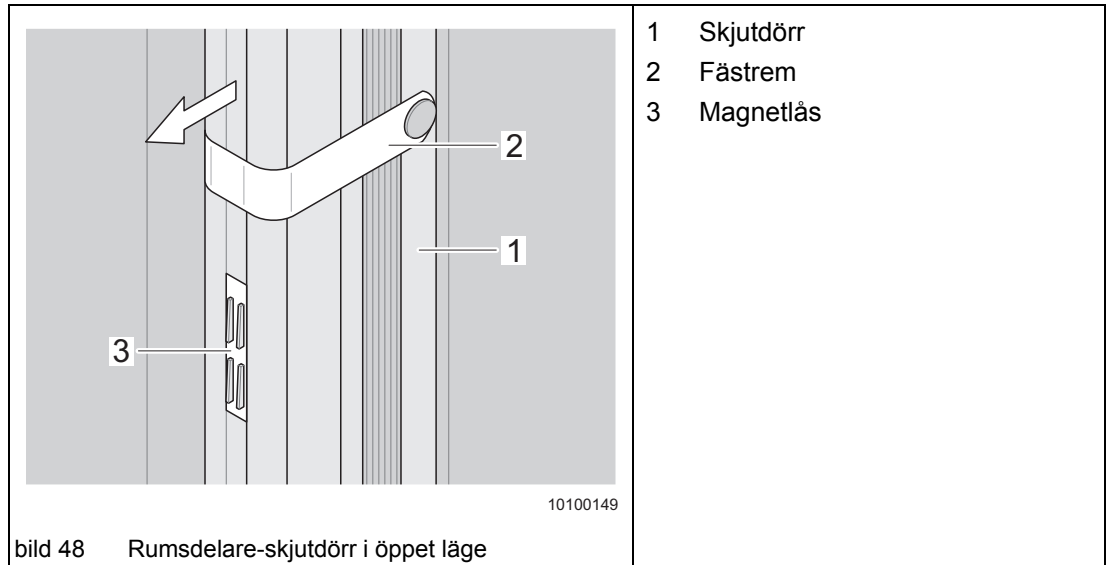

bild 48 Rumsdelare-skjuddörr i öppet läge
- ▲ Säkra alltid skjuddörren (bild 48/1) före körning med fästremmen (bild 48/2).
- ➔ För att lossa fästremmen (bild 48/2).
- ➔ Skjut försiktigt igen skjuddörren (bild 48/1) tills magnetlåset (bild 48/3) fäster.
- ➔ Dra försiktigt upp skjuddörren (bild 48/1) till sitt anslag.
- ➔ Säkra dörren med fästremmen (bild 48/2).